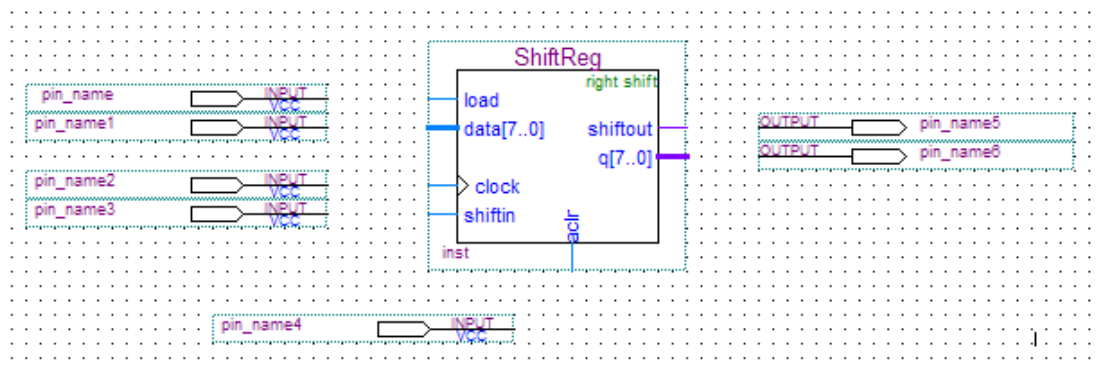

图 5-11 放置输入输出引脚
6. 加入输入输出引脚。依照上一步，选择输入输出引脚，插入到符号框图中。如图 5-11 所示。